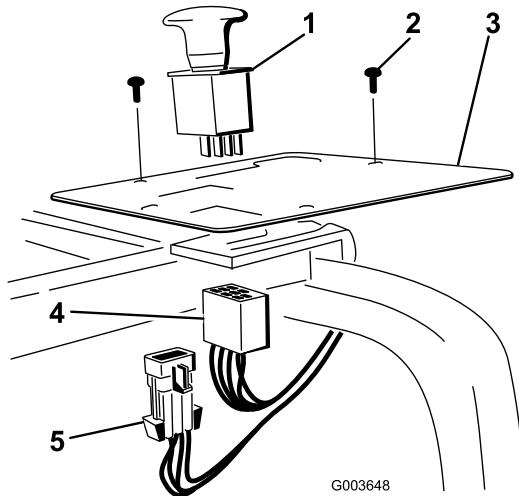

Figura 34
- Rimuovete il tappo di plastica dal pannello e montate sul medesimo l'interruttore (Figura 34).
| | 4. Collegate il cablaggio all'interruttore sul pannello di controllo (Figura 34). |
6. Collegate il connettore del cablaggio principale al cablaggio principale (Figura 34).